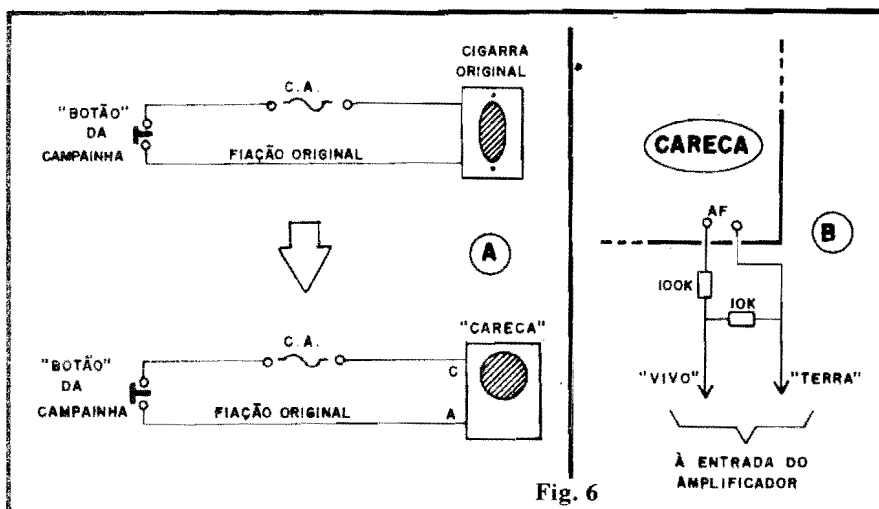

Fig. 6
– FIG. 6 – DETALHES E CONSIDERAÇÕES – No módulo “A” da fig. 6 temos a “explicação” diagramada da substituição de uma velha campainha (“cigarra”) residencial, comum, pela CARECA. Observar que